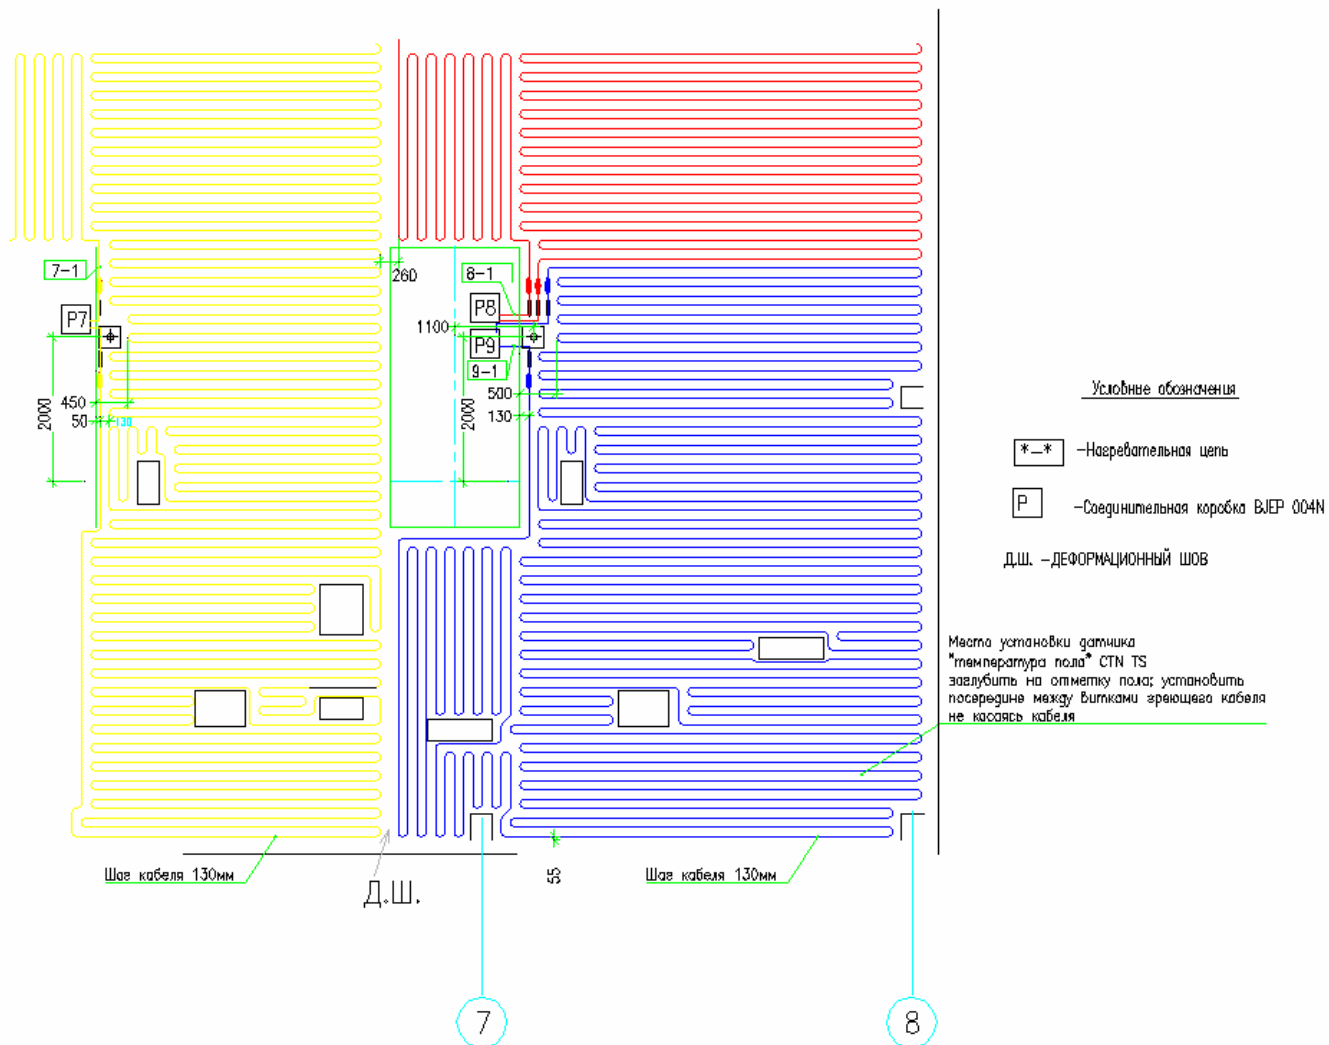

Рис.1
Арматурная сетка не должна выходить за пределы бетонного покрытия. Границы арматурной сетки должны отстоять от границ укладки бетона на расстоянии L1 не менее 50мм (см. рис.1б; Фрагмент укладки вблизи границы пола.).
Расстояние между двумя соседними параллельными участками кабеля (H1; см. рис.1б; Фрагмент укладки вблизи границы пола) должно быть не менее 50 мм. В случае шага витка менее 75мм следует предусмотреть минимальную кривизну кабеля диаметром не менее 75 мм (D1; см. рис.1б; Фрагмент укладки вблизи границы пола) .
Кабель должен располагаться на расстоянии не менее 50 мм от всех устройств, имеющих в полу (L2; рис.1б; Фрагмент укладки вблизи границы пола.).
Устройство выхода кабеля из пола к соединительной коробке показано на рис.1а.
Датчик температуры пола устанавливается между витками греющего кабеля на равном расстоянии от соседних витков (см. рис. 1).
Вывод кабеля от датчика температуры пола выполняется аналогично холодному выводу для греющего кабеля (см. Рис. 1а).
Рис. 1а
- Вывод холодных концов из бетона осуществлять через металлические трубки соответствующего диаметра, не касающихся соединительной муфты греющей части кабеля и холодного конца (см. рис. 1).